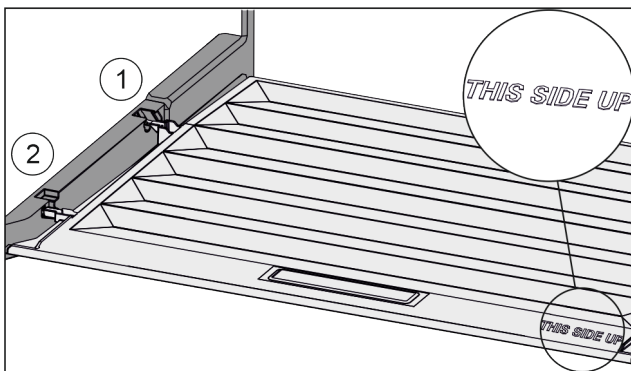

Fig. 137
- ▶ Deckelstege über Öffnung der hinteren Halterung Fig. 137 (1) einführen und vorne in Halterung Fig. 137 (2) einrasten.